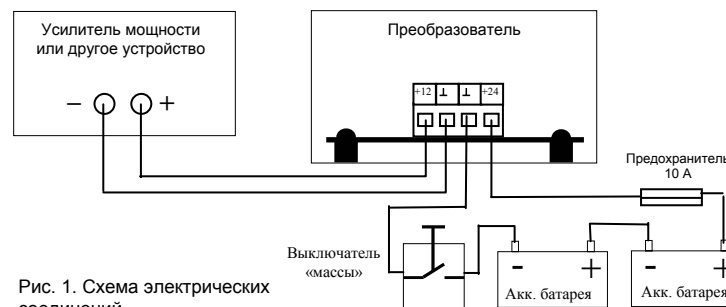

Рис. 1. Схема электрических соединений
- 4.3. Присоедините клемму +24 преобразователя к бортовой сети автомобиля через штатный или дополнительно установленный предохранитель. Номинал дополнительного предохранителя – 10А; номинал штатного предохранителя выбирается с учетом максимально возможного тока потребления преобразователя – 10А (См. рис. 1).